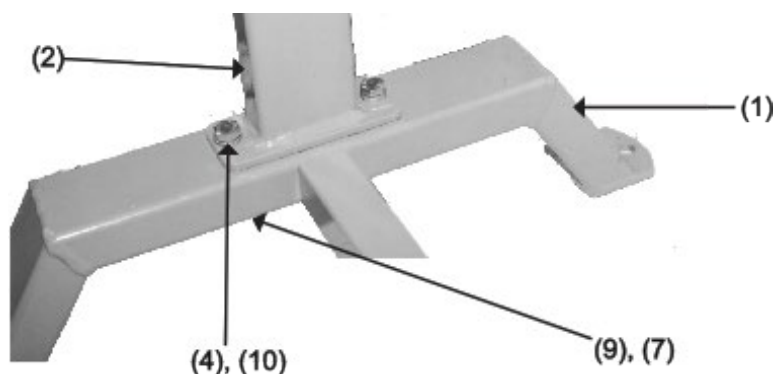

Abbildung 1
1. Verbinden Sie die Hauptstütze (3) mit der Tischstütze (2). Stecken Sie zwei Schrauben (6) mit Unterlegscheiben (10) durch die Tischstütze (2) und die Hauptstütze (3). Schieben Sie zwei weitere Unterlegscheiben (10) und Federscheiben (9) auf und schrauben Sie die Muttern (7) auf.
2. Befestigen Sie die Tischstütze (2) am Bein (1). Stecken Sie zwei Schrauben (4) mit Unterlegscheiben (10) durch die Tischstütze (2) und durch das Bein (1). Schieben Sie zwei weitere Unterlegscheiben (10) und Federscheiben (9) auf und schrauben Sie die Muttern (7) auf. Siehe Abbildung 1 für Einzelheiten.